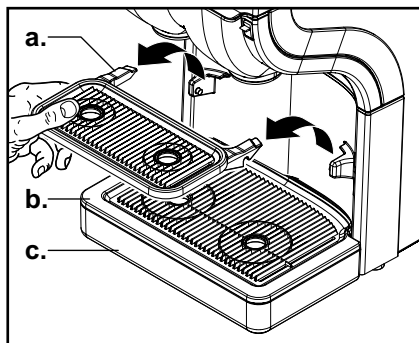

Fig. 32
2. Fjern kopbakken (a.), drypristen (b.) og drypbakken (c.), (fig. 32)